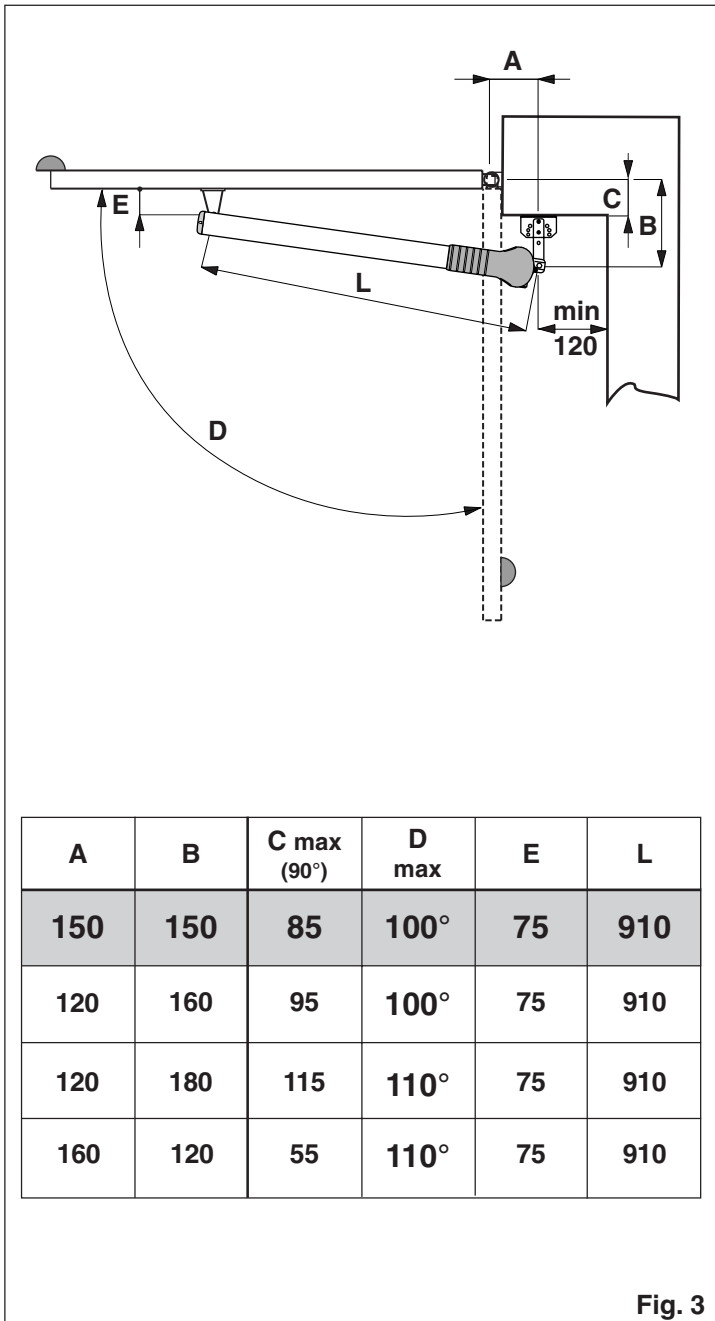

Fig. 3
3.2 Verificare le misure di installazione (fig. 3) in funzione della distanza tra il cardine dell'anta e lo spigolo del pilastro [C] e dell'angolo di apertura desiderato [D].